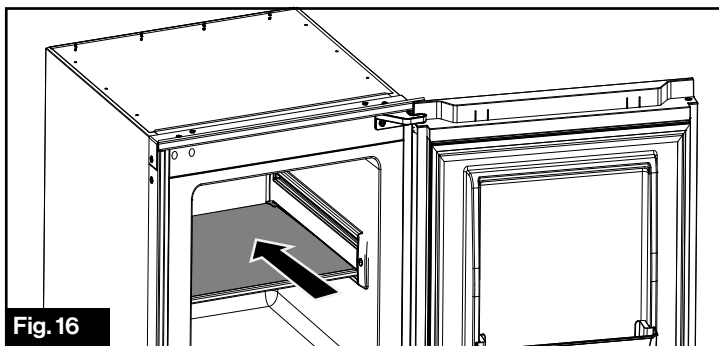

Fig. 16
5. Deslice la bandeja hacia adentro a su posición deseada y fíjela con los tornillos. (Fig. 16)